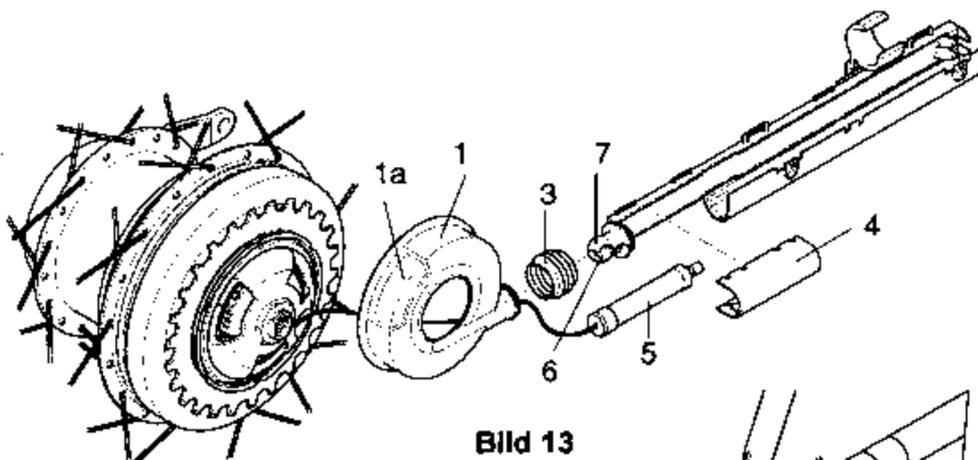

Bild 13
- Clickstick zur Nabe führen und Deckel (1) so positionieren, daß die farbigen Einstellmarkierungen an der Nabe etwa in der Mitte des Sichtfensters (1a) liegen. Kappe durch leichten Druck mit der Nabe verrasten (Schnappverbindung). Bild 13.
- Faltenbalg (3) über Federhülse (5) und Deckel (1) schieben.
- Zugseil in den Schlitz (6) am Clickstickgehäuse setzen und Federhülse (5) einlegen.
- Clickstick mit der Kugel (7) in die Kappe (1) drücken. Abdeckung (4) einsetzen und Faltenbalg mit seinen Lippen über beide Gehäuseteile setzen (Bild 13).